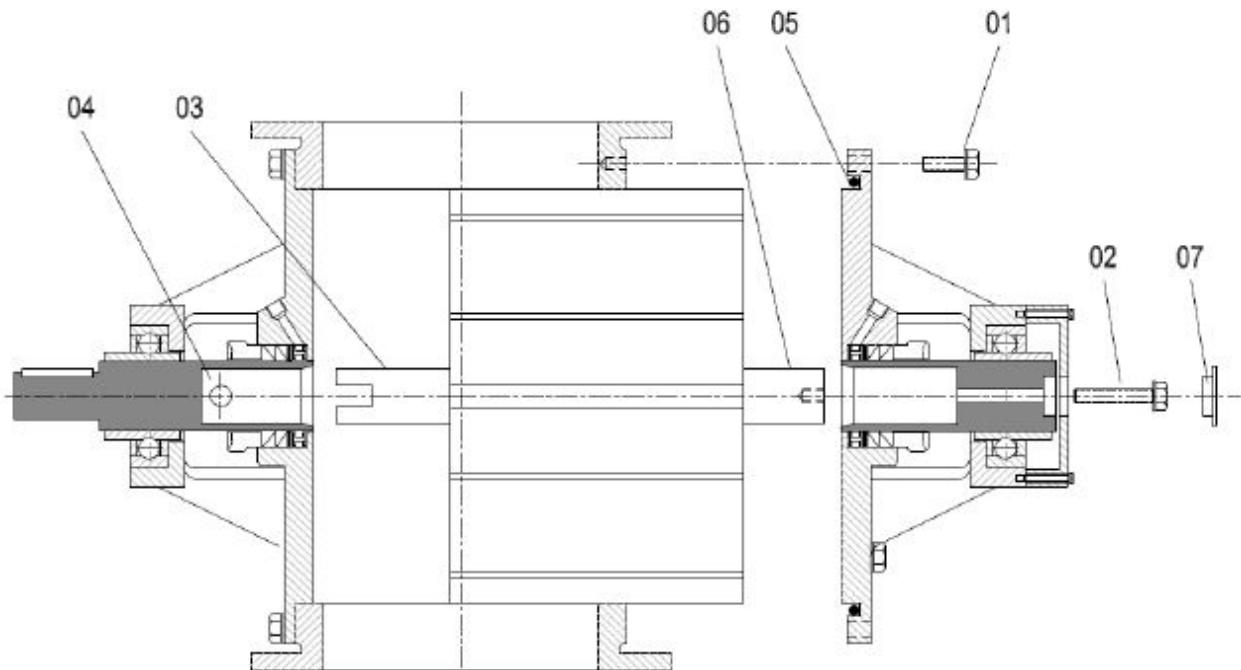

Рис. 14
- Удалить крепежные болты торцевой крышки (Рис.14 - Поз.1).
- Удалите большую пластмассовую крышку (Рис.14 - Поз.7) с крышки подшипника
- Отверните болт на конце ротора (Рис.14 - Поз.2).
- Отверните болты торцевой крышки (Рис.14 - Поз.1).
- Удалить ротор. Если необходимо, используйте вворачивающуюся проушину или крюк вместо выжимного винта (Рис.14 - Поз.1).
- Проверьте положение плоского конца вала ротора (Рис.14 - Поз.3) и совместите его с положением гнезда подшипника вала со стороны привода (Рис.14 - Поз.4).
- Наденьте торцевую крышку на вал ротора (Рис.14-Поз.6), после чего слегка приподнимите ротор с торцевой крышкой и затяните болты торцевой крышки (Рис.14-Поз.1).
- Установите на место пластмассовую крышку (Рис.14 – Поз.7) отверстия в крышке подшипника